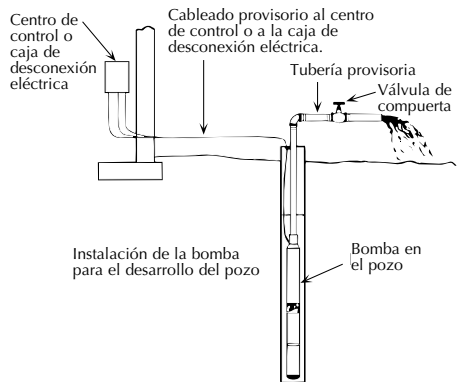

FIGURA 11 – Conexiones provisionarias mientras se limpia el pozo para el arranque
- Conecte un codo de tubería, un tubo corto y una válvula de compuerta en la descarga de la bomba a la altura del cabezal del pozo (ver Figura 11).
- Coloque la válvula de compuerta en la posición de descarga 1/3 abierta; arranque la bomba (ver Figura 11).